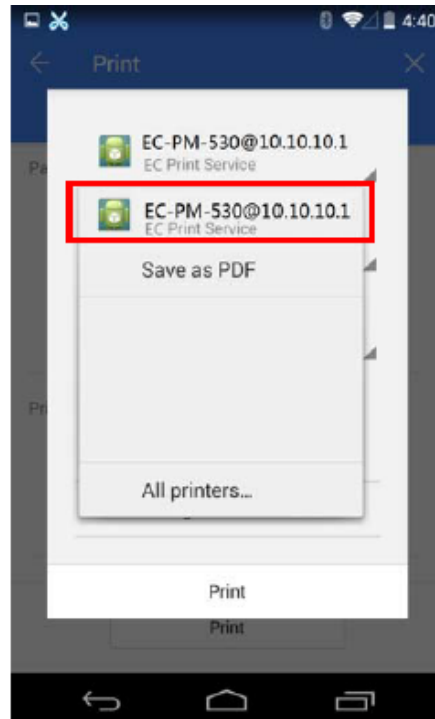

Figura 30
4.6 Seleccione “EC-PM-530@10.10.10.1” (como se muestra en la Figura 30).